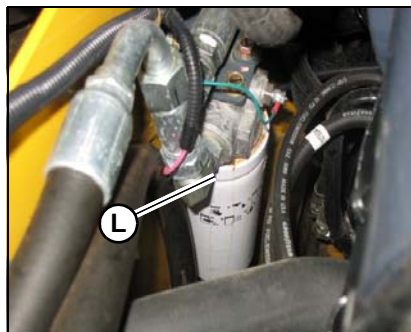

Figura 109 – Filtro dell'olio idraulico
5. Svitare e rimuovere il filtro dell'olio idraulico (L, Figura 109).
7. Svitare e rimuovere il filtro dell'olio idraulico (L, Figura 109).
8. Pulire la superficie della scatola del filtro dove la guarnizione dell'elemento è a contatto con la scatola stessa. Mettere olio pulito sulla guarnizione di gomma del nuovo filtro (L, Figura 109).
9. Installare e serrare il filtro (L, Figura 109) di 3/4 di rotazione dopo il punto di contatto tra guarnizione e testa del filtro.